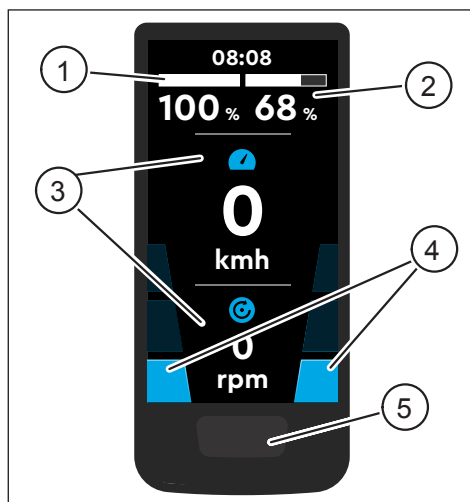
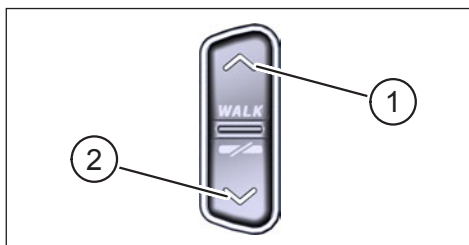

Fig. 1: Funzionamento e componenti di indicazione su Display
Fig. 2: Funzionamento sul Remote
Pos. in Fig. 1	Descrizione
Pos. in Fig. 2	Descrizione
- ▶ Tenga premuto il pulsante su Display (Pos. 5 in Fig. 1) e il pulsante GIÙ su Remote (Pos. 2 in Fig. 2) per almeno 5 secondi.
- Con un **doppio clic** pressione sul pulsante Display (Pos. 5 in Fig. 1) si passa alla vista successiva.